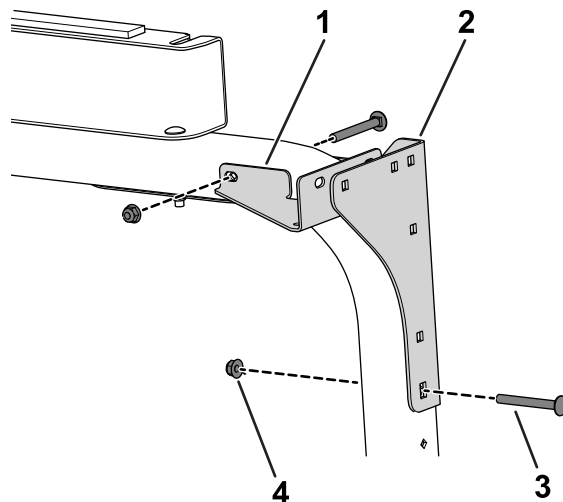

Bild 28
6. Befestigen Sie die hinteren Befestigungshalterungen und die hinteren Eckenverstärkungen mit vier Schlossschrauben (5/16" x 2¾") und vier Muttern (5/16") am Überrollbügel (Bild 28).